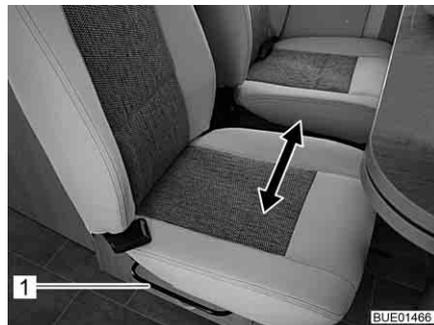

Bild 81 Komfortsitzbank
- Griff (Bild 81,1) nach oben ziehen und in dieser Stellung halten.
- Griff (Bild 81,1) loslassen.